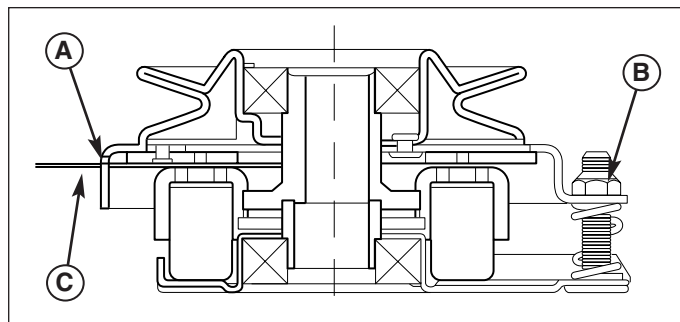

Figura 27. Ajustar embrague del PTO
3. Introduzca una lámina calibradora (C) de .016" a .018" (de 0.40 a 0.45mm) por cada ventana, colocando el calibrador entre la cara del rotor y la cara del armazón como se muestra en la Figura 27.